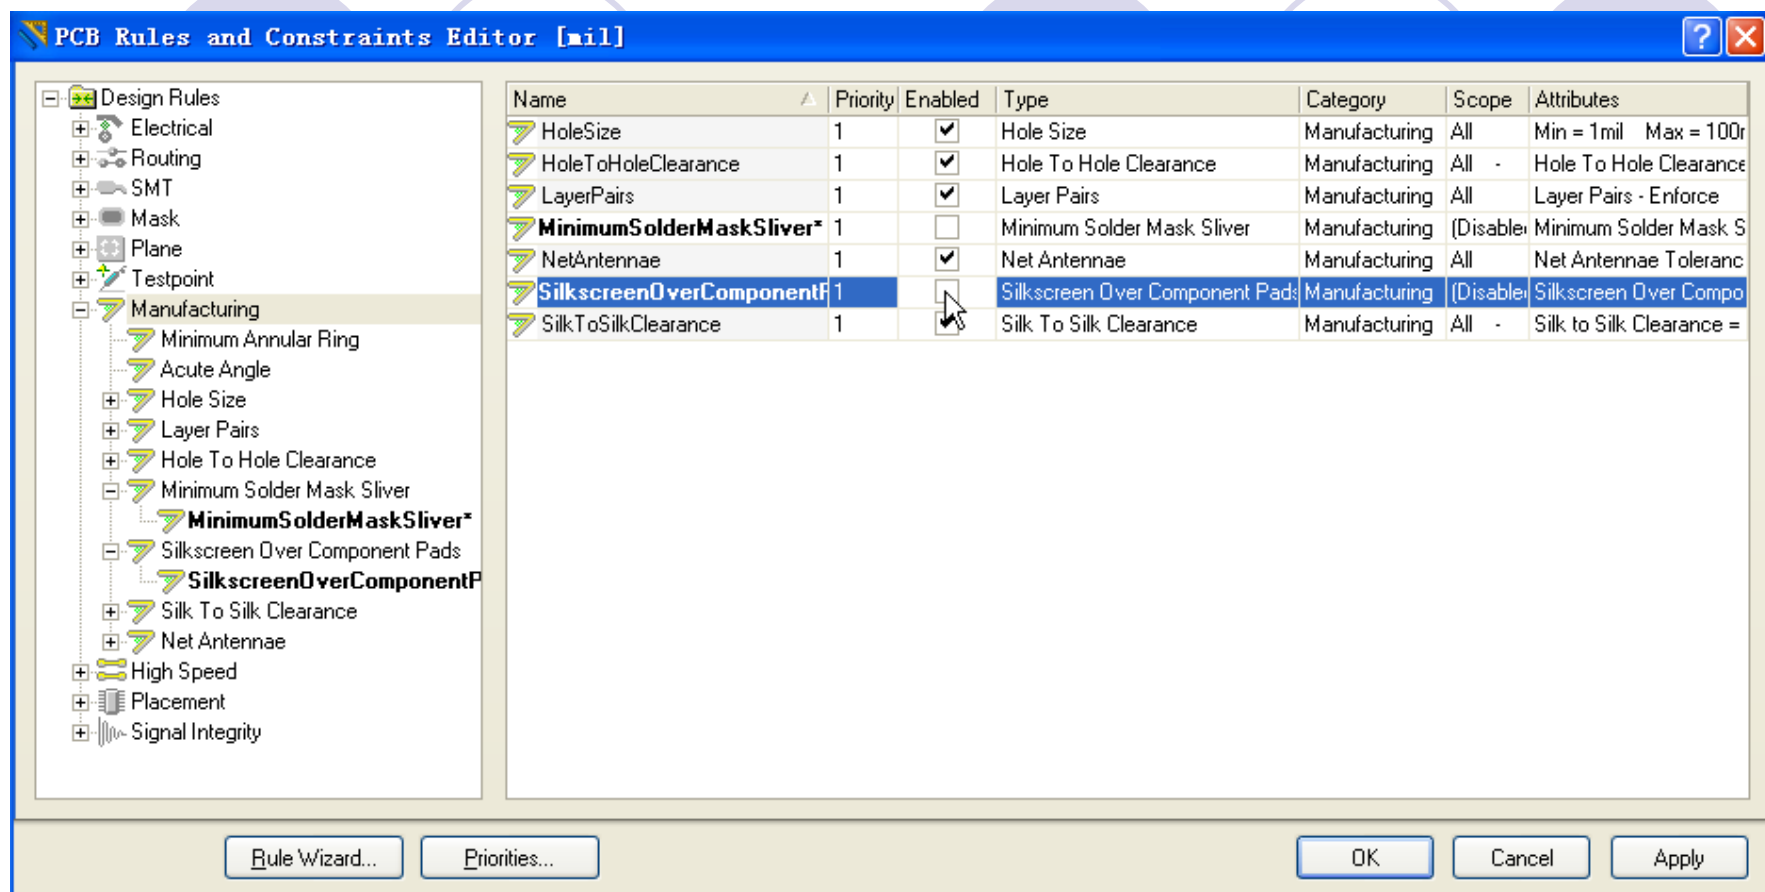

图3-38 PCB 设计规则编辑对话框
- 1. 从菜单选择Design → Rules（快捷键D， R）打开PCB Rules and Constraints Editor 对话框。双击Manufacturing类在对话框的右边显示所有制造规则（如图3-38所示），现在看出第2、3个错误提示信息都属于制造规则类，现在的主要任务是设计PCB板，与制造的关系不大，所以可以关闭这2个规则。
- 方法：在图3-38对话框的右边，找到Silkscreen Over Component Pads和Minimum Solder Mask Sliver两行，把Enabled栏的复选框的“√”去掉即可,表示不进行该2项的规则检查。
- 2. 单击图3-38的OK按钮，PCB板上就没有绿色的高亮显示了，如图3-1所示。保存已经完成的PCB和项目文件。